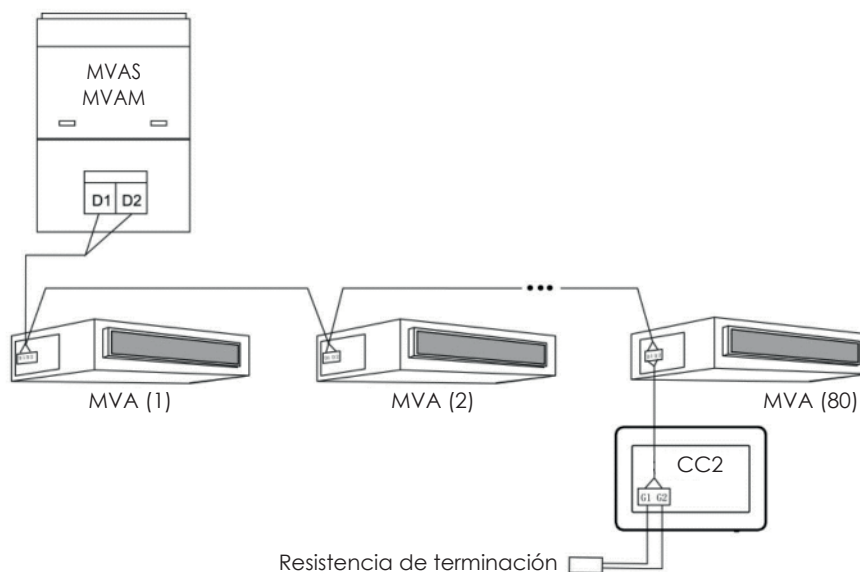

Fig. 3.4 Controlador centralizado conectado a la red interna
2. Si el controlador centralizado debe conectarse a la red de unidades internas, efectuar las conexiones según la fig. 3.4. El controlador puede conectarse a cualquier unidad interna en serie, es decir conectando los puertos G1 y G2 del controlador con los puertos D1 y D2 de los cables de comunicación. Cuando el controlador se conecta a la unidad terminal de la red interna, debe añadirse una resistencia correspondiente con los cables de comunicación en los puertos G1 y G2.